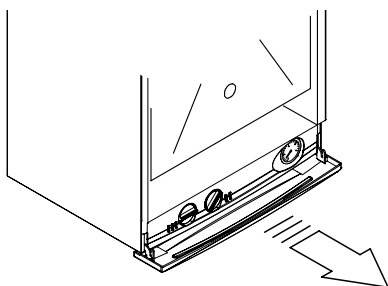

Figura 5.19
- Estrarre frontalmente il pannello comandi per accedere alla morsettiera di alimentazione Figura 5.19.